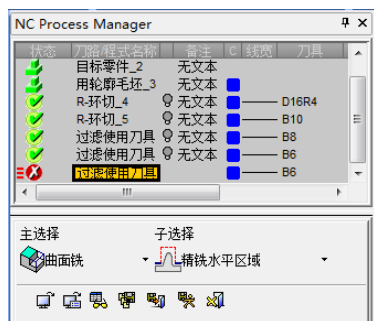

图 3-180 “NC Process Manager”对话框(5)
1) 创建程序。单击“加工向导”工具栏上的“加工程序”按钮,弹出“NC Process Manager”对话框(5),“主选择”为“曲面铣”,“子选择”为“精铣水平区域”,如图3-180所示。